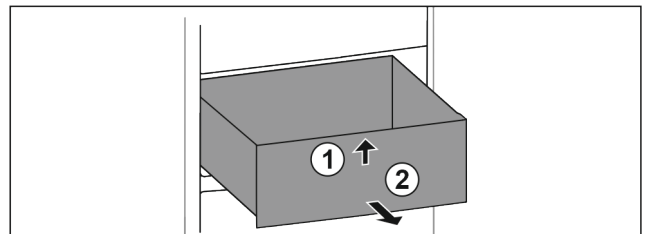

Fig. 15
- ▶ Підняти висувний ящик спереду. Fig. 15 (1)
- ▶ Вийняти висувний ящик рухом вперед. Fig. 15 (2)